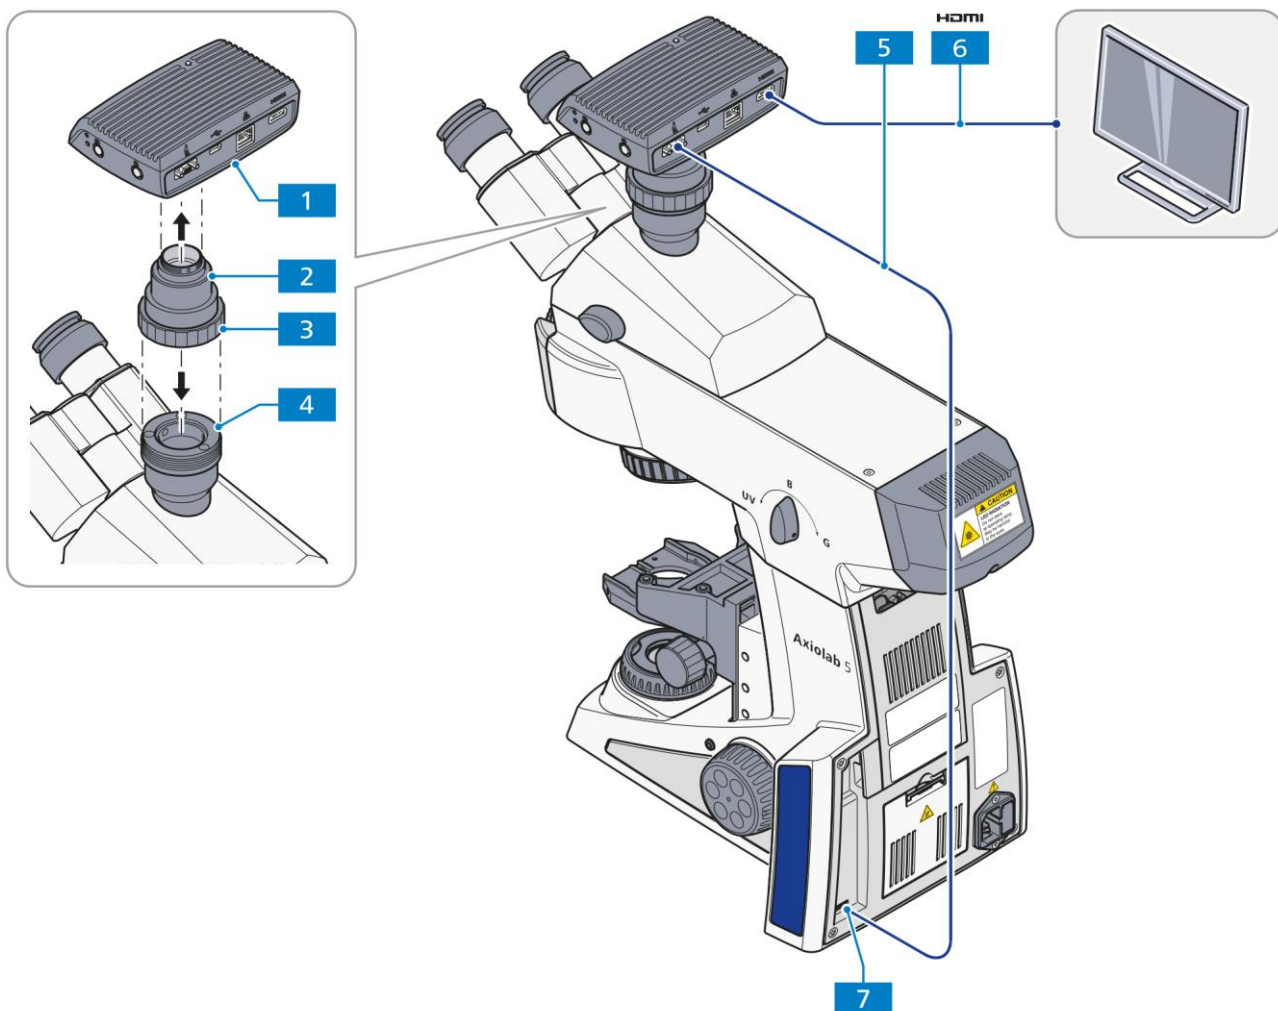

Abb. 3-27 Axiocam 202 mono oder Axiocam 208 color montieren
- C-Mount Adapter (Abb. 3-27/2) an der Axiocam (Abb. 3-27/1) anbringen.
- Axiocam mit dem Adapter an der Kameraaufnahme (Abb. 3-27/4) des Tubus ansetzen.
- Kamera zum Stativ orientieren und Position durch Festziehen der Ringmutter (Abb. 3-27/3) fixieren.
- Kamera mittels USB(Commercial-Micro-D)-Kabel (Abb. 3-27/5) mit dem Stativ (Abb. 3-27/7) verbinden.
- Kamera mittels HDMI-Kabel (Abb. 3-27/6) mit einem externen Monitor verbinden.